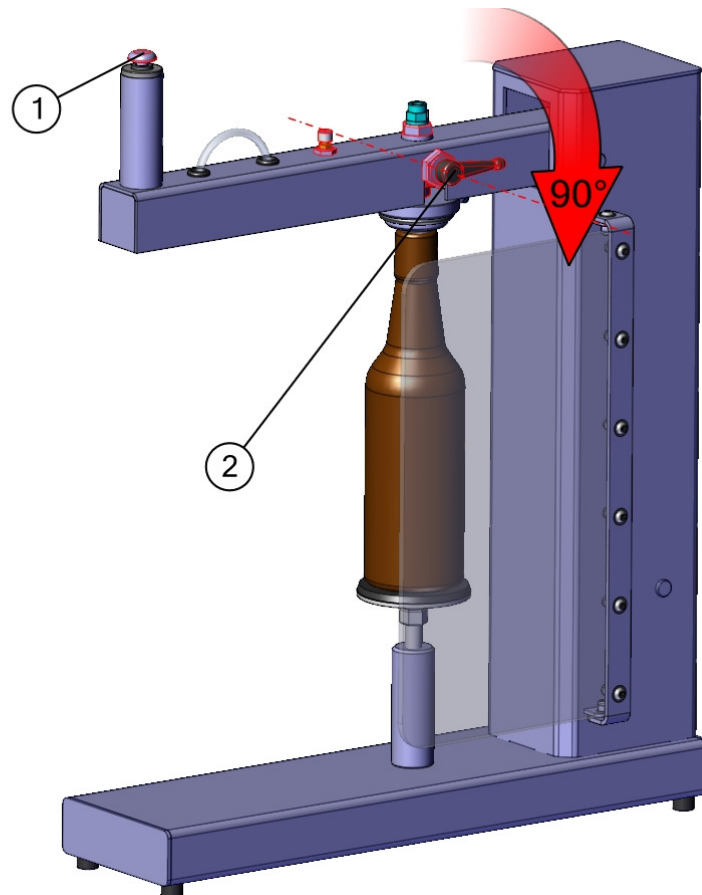

Abb. 10
6. Ist die Flasche gefüllt, den Füllhebel (**Abb. 10/2**) schließen und den Drucktaster am Handgriff (**Abb. 10/1**) loslassen. Die Flasche wird nun entspannt und kann entnommen werden.